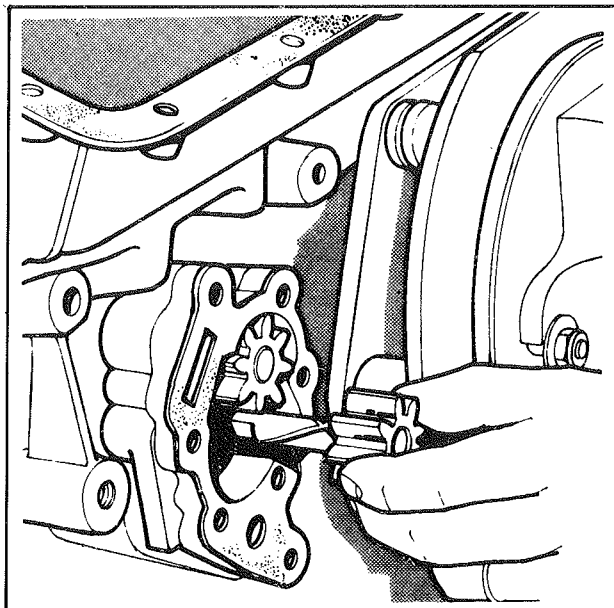

Fig. 18
- **Enfiler le pignon menant de pompe à huile en le tournant doucement pour engager le tour-nevis d'entraînement dans la fente de l'arbre de commande et monter le pignon mené (fig. 18).**